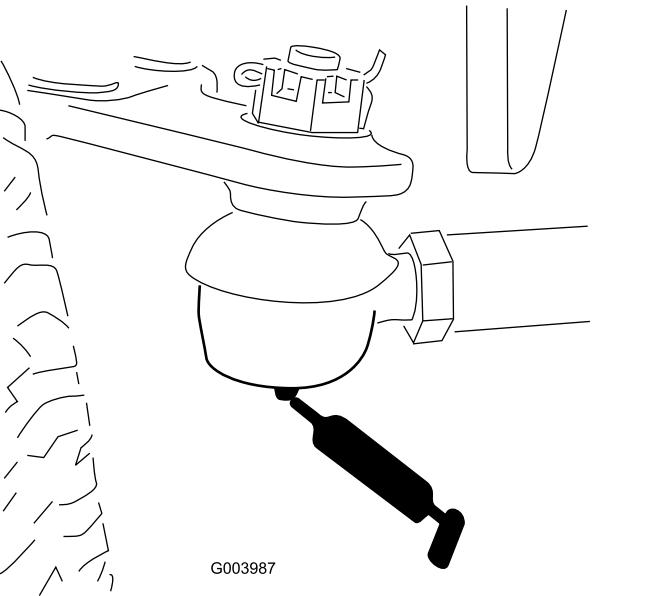

Figura 62
- Tirante del ponte posteriore (2) – Figura 62